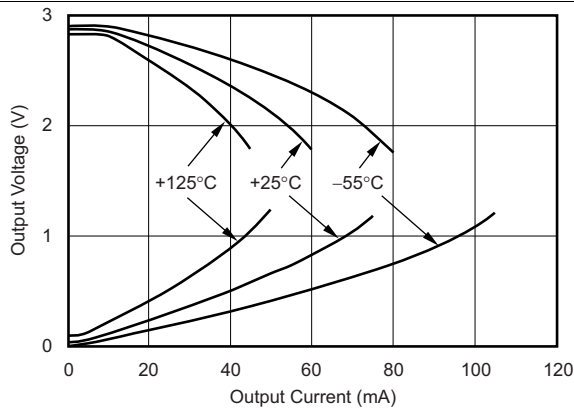
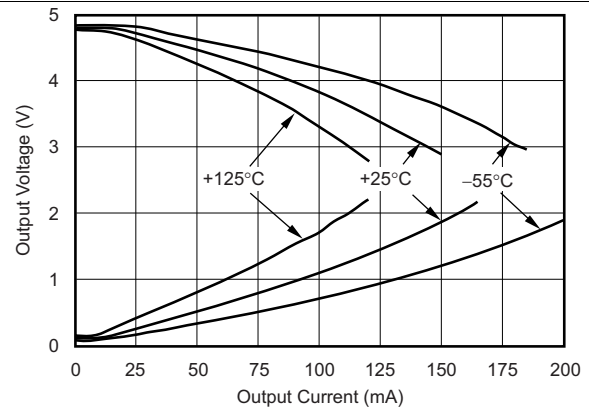
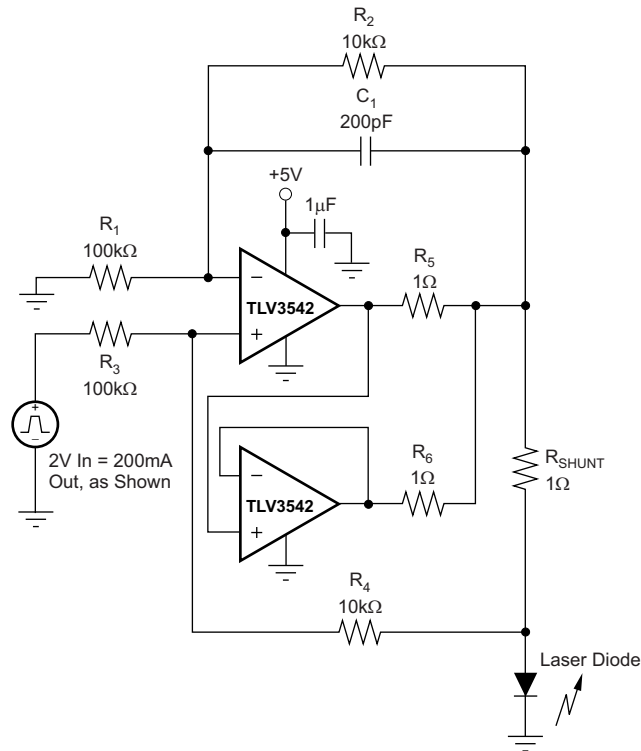

图 13.
图 14.
图 21. 并行运行
(1) 请参阅有关输出电压摆幅与输出电流间的关系 (图 13 和 图 14) 的典型特性曲线。
(2) 根据设计确定。
(3) 在此温度范围内工作将不会损坏部件。不过, 可能出现性能下降。
采用具有共源晶体管的 AB 类输出级来实现轨至轨输出。对于高阻抗负载 ( $> 200\Omega$ ),输出电压摆幅通常在距离电源轨 100mV 范围内。在  $10\Omega$  负载下,可在保持高开环增益的同时实现有用输出摆幅。请参阅有关输出电压摆幅与输出电流间的关系(图 13和图 14)的典型特性曲线。
TLV354x 输出级可提供  $\pm 100mA$  的持续输出电流,并且在 5V 电源供电的条件下提供大约 2.7V 的输出摆幅,如图 20中所示。为确保最大可靠性,不建议运行超过  $\pm 100mA$  的持续直流电流。请参阅有关输出电压摆幅与输出电流间的关系(图 13和图 14)的典型特性曲线。如需提供大于  $\pm 100mA$  的持续输出电流,可将 TLV354x 并行运行,如图 21中所示。